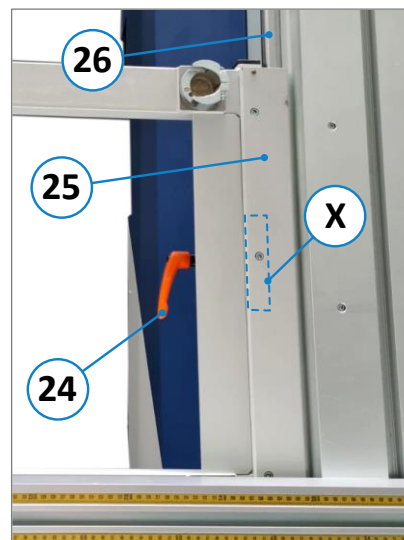

Figure 24 : serrage du châssis à équarrir
- Tirer la table coulissante dans la position la plus reculée et mettre le bras pivotant (6) en position.
- Soulever le châssis à équarrir (22) avec 2 personnes et le poser sur le support d'appui (7) pour le châssis à équarrir.
- Desserrer la barre de serrage (X) - cachée dans ⇒ Figure 24 sous la barre d'accrochage (25) - à l'aide du levier de serrage (24).
- Introduire la barre de serrage (X) dans le guidage du châssis à équarrir (26) sur la table coulissante.
- Fixer le châssis à équarrir (22) au moyen du levier de serrage (24).